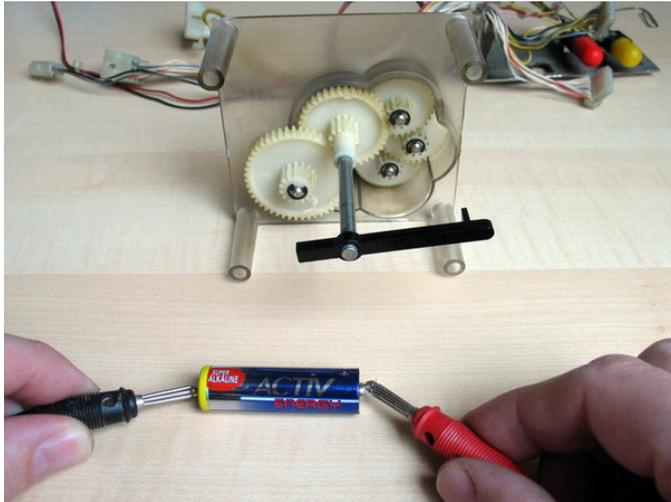

Figure 3
- Uniquement lorsque le pointeur dans le développement de l'horloge ont été en position 12 l'horloge de l', vous fixez le disque noir, **tout** comme dans la figure 2 montre a. Sinon, vous suivez simplement les instructions à la figure 3